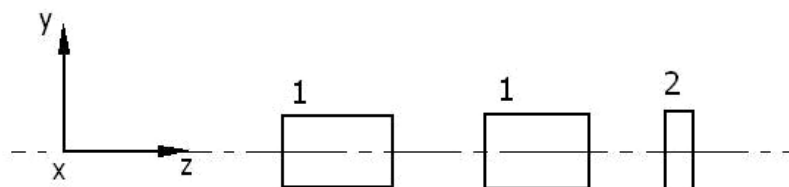

Рисунок 3.2 – Схема электрооптического затвора:
Схема электрооптического затвора приведена на рис. 3.2. Он состоит из двух кристаллов DKDP (1) и анализатора (2), пропускающего излучение, поляризованное по оси y , работающего на основании поперечного эффекта Поккельса.